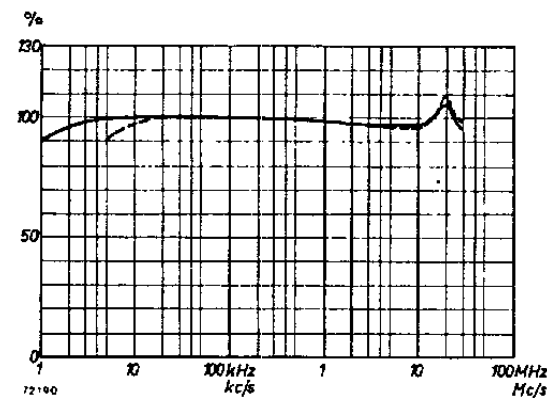

Fig. 1
In fig. 1 is de frequentiearakteristiek weergegeven bij het gebruik van de directe ingang (stand „3 mV“, frequentiegebied 1 kHz — 30 MHz) en bij het gebruik van de verzwakker-ingang (stand „30 mV — 1 kV“, frequentiegebied 5 kHz — 30 MHz).
- Frequentiearakteristiek** — De maximale afwijking ten opzichte van de gemiddelde frequentiearakteristiek (fig. 1) is bij gebruik van de directe ingang < 4% en bij gebruik van de verzwakker-ingang < 5%.